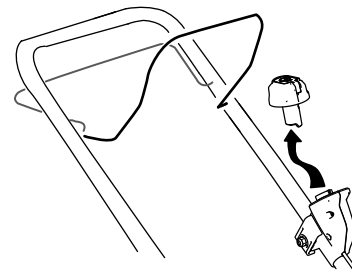

Figure 14
1. Retirez le bouton du démarreur électrique (Figure 14).